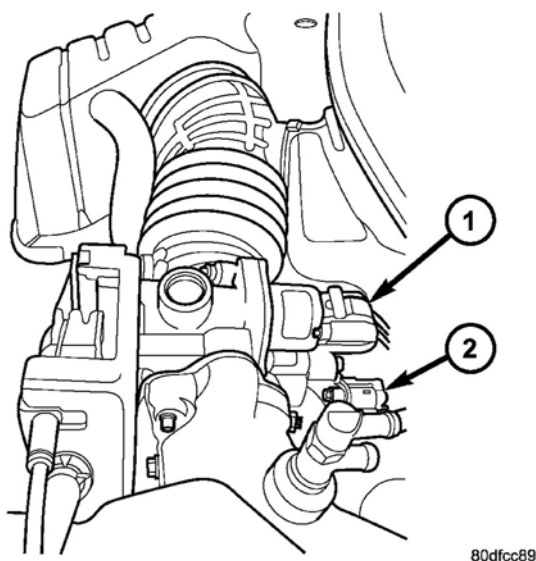
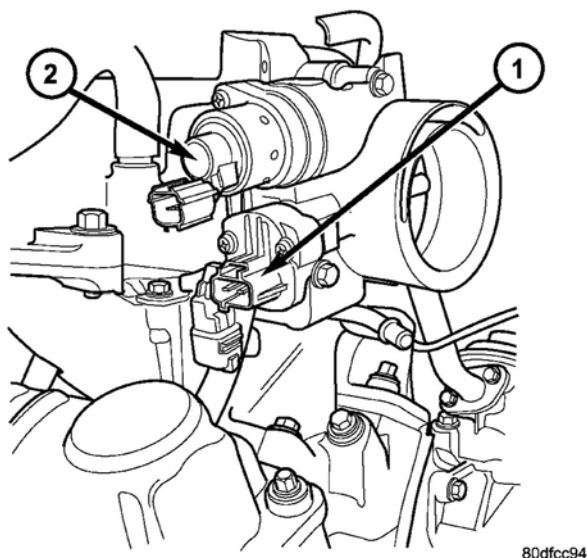

图 26 IAC 马达 2.4L
图 27 IAC 马达部位 3.3/3.8L 位
节流阀体位于进气歧管上（图 26）或（图 27）。燃油不通过节流阀体进入进气歧管。燃油用燃油喷嘴喷入歧管。
- (1) 断开蓄电池电缆上的负极电缆。
- (2) 把空气进气至节流阀体软管夹子卸下。
- (3) 拆下固定架与拉杆上的拉线及速度控制拉线（如有此配备）。
- (4) 断开怠速空气控制马达及节气门位置传感器（TPS）的电线插接器（图 26）或（图 27）。
- (5) 拆卸节流阀体至进气歧管的固定螺栓。
- (6) 卸下节流阀体及垫圈。
- (1) 安装一个新垫圈。
- (2) 安装节流阀体。
- (3) 把节流阀体固定螺栓拧紧。2.4L 拧紧至 $28.2\text{N} \cdot \text{m}$ ($250 \pm \text{in.lbs.}$) 扭矩，3.3/3.8L 拧紧至 $11.6\text{N} \cdot \text{m}$ ($105 \pm 20\text{in.lbs.}$) 的扭矩。
(4) 将电线插接器连接到怠速空气控制马达及节气门位置传感器（TPS）。（图 26）或（图 27）。
(5) 安装空气进气口至节流阀体软管夹子并拧紧。
(6) 连接负极电缆至蓄电池电缆。